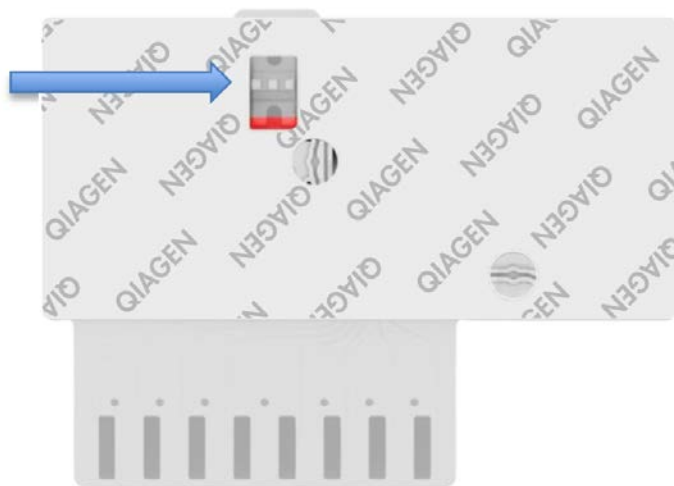

Figura 11. Vizorul de inspecție a probelor (săgeata albastră).
9. Confirmați vizual că proba a fost încărcată, prin verificarea vizorului de inspecție a probelor aferent QIAstat-Dx Gastrointestinal Panel Cartridge (Figura 11, pagina următoare). Se va observa un amestec de probă și bile de silice.